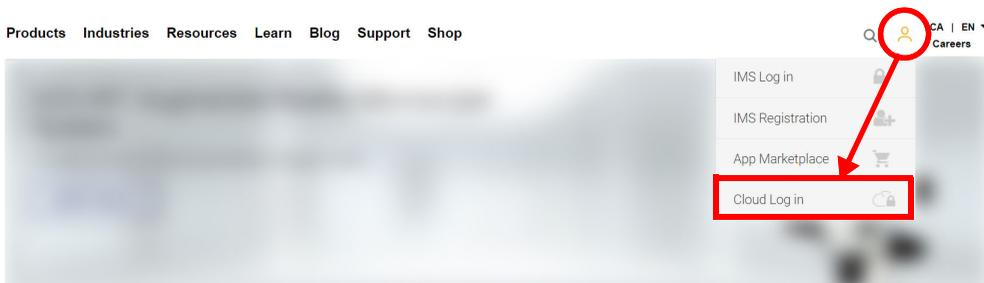

図 9-5 Cloud Log in（クラウドログイン）
- OSC の新規アカウントを作成する必要がある場合は、[www.olympus-ims.com](http://www.olympus-ims.com) にアクセスし、**Cloud Log in**（クラウドログイン）をクリックしてアカウントを作成します（245 ページの図 9-5 を参照）。